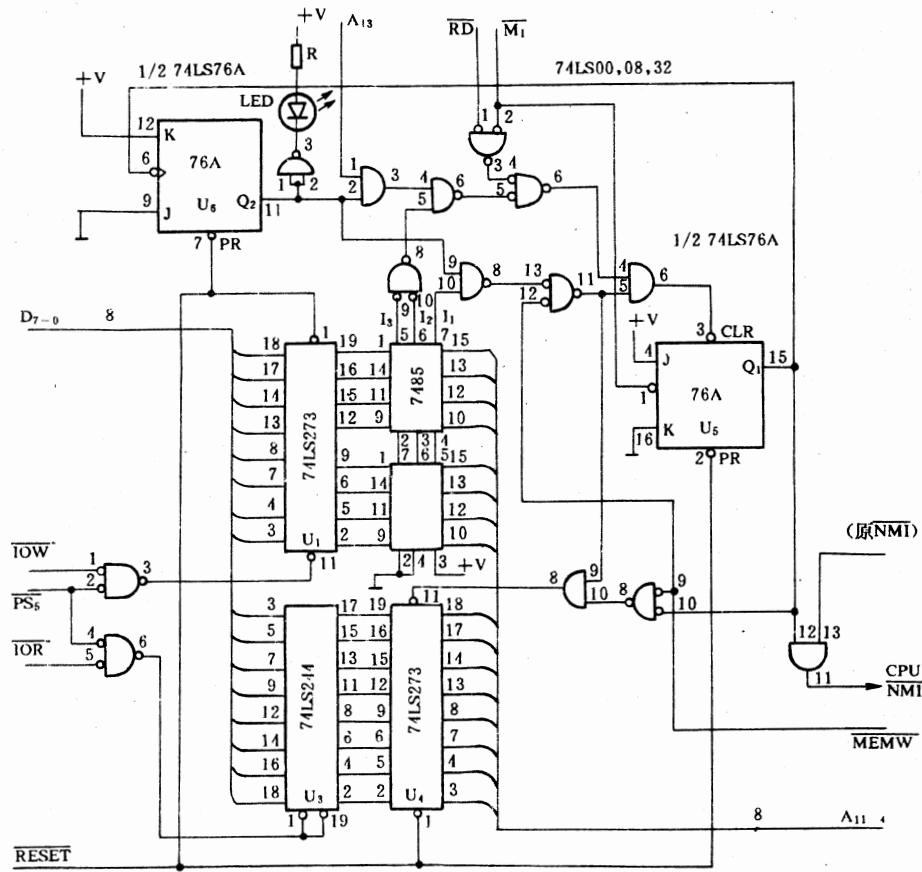

图 9
电路如图 9，是上述两电路的合成。它在两种情况之一出现时起保护作用：①在 CPU 取指周期内，指令地址在保护区外；②在执行周期内，CPU 向保护区作写操作时。不仅对保护区有保护作用，而且在多数出错情况下对非保护区也有保护作用。这样，在出错而发生中断后，不仅保存了断点各寄存器状态，还保留了 RAM 数据区、堆栈等的当前值，保证 RAM 程序、变量的安全，有利在发生中断后，供调试人员参考。中断保护发生后，单板机转入非屏蔽中断处理，且显示程序首地址(监控 TPBUG-A 版本)。